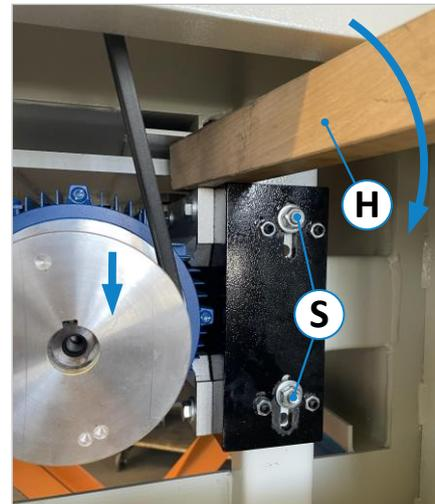

Abbildung 59: Keilriemen spannen
- Siehe ⇒ Abbildung 59: Die beiden Sechskantmuttern (S) lösen und den Motor nach mit einem Hebel aus Holz (H) nach unten drücken. Dann die beiden Muttern (S) wieder fest anziehen.